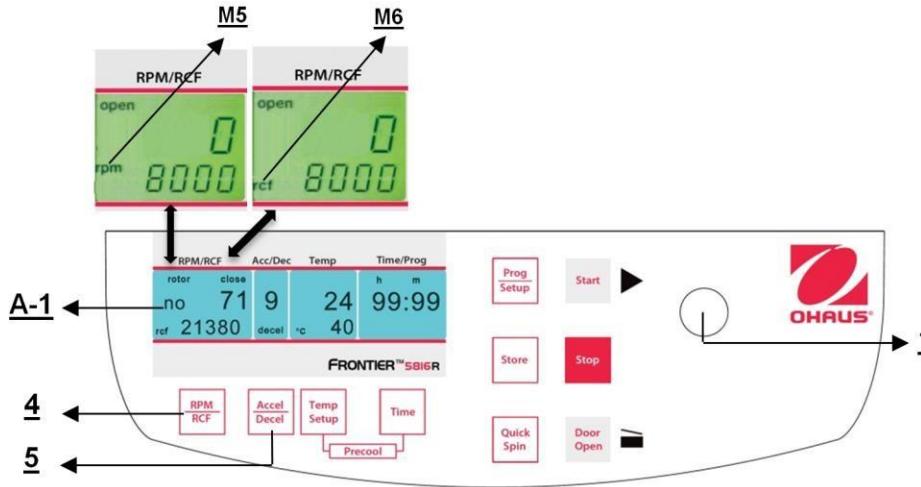

Figura 19
Esta preselección se activa con el botón "RPM | RCF" (4) (consulte la Figura 19 a continuación). Al presionar el botón una vez, destella la palabra "rpm" (M5). Al presionar el botón dos veces, se puede seleccionar la preselección de las fuerzas centrífugas. Entonces aparece la palabra "rcf" (M6). Puede establecer los valores que desee con la perilla de ajuste (1). En la pantalla (A-1) aparece permanentemente el valor regulado, antes, durante y después de la operación.